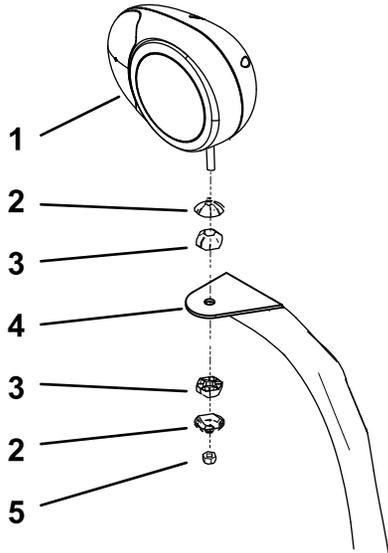

Bild 3
5. Befestigen Sie die linken und rechten Scheinwerfer mit den Befestigungen, die den Scheinwerfern beiliegen, an den Scheinwerferhalterungen (Bild 3).